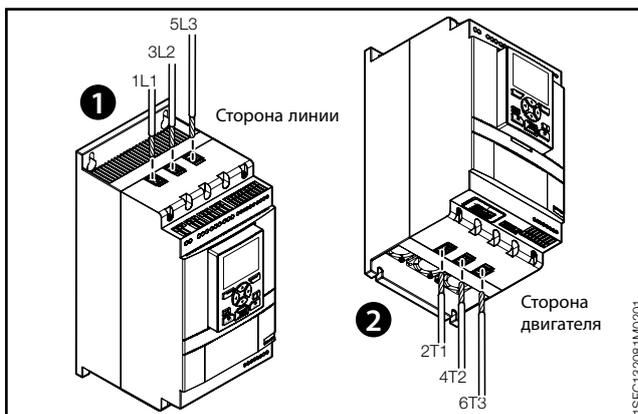
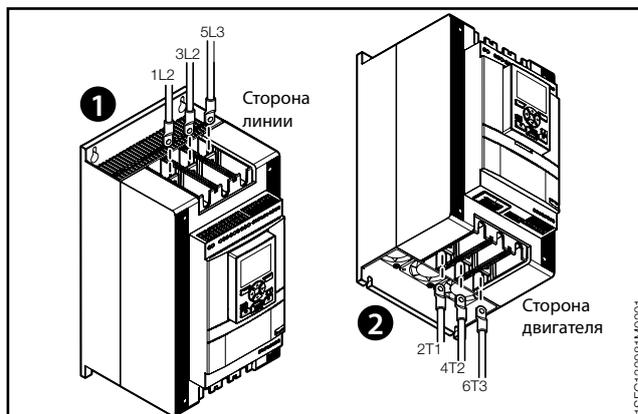

Рис. 2.2
Рис. 2.3
2. Подключите цепь питания: подключите клеммы 1L1, 3L2, 5L3 к линии электропитания **1**, а клеммы 2T1, 4T2, 6T3 — к линии двигателя **2**, см. **Рис. 2.2**. Используйте кабель без наконечника или с втулочным наконечником для устройств PSTX30...105 (см **Рис. 2.2**) и шины / кабель с наконечником для устройств PSTX142...1250 (см. **Рис. 2.3**).
3. Подключите сторону линии питания к клеммам 1L1, 3L2, 5L3, см. **1** и **Рис. 2.2**. Подключите двигатель к клеммам 2T1, 4T2, 6T3 на стороне двигателя, см. **2** **Рис. 2.2** и **Рис. 2.3**.